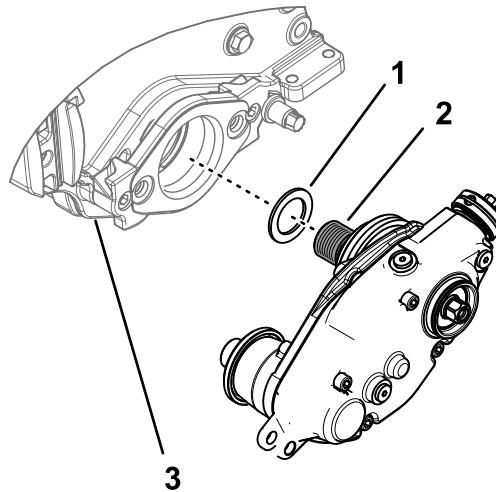

Figura 8
1. Per una scatola di trasmissione del groomer montata sul lato sinistro di un apparato di taglio Greensmaster, montate la rondella spessore sulle filettature dell'adattatore del cilindro (Figura 8).